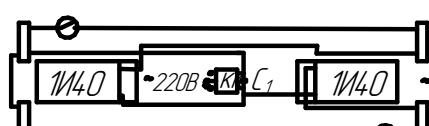

Рисунок 5. ЛПО46-2x36 //Применять по требованию заказчика//
4.3 Светильники выпускаются с индуктивными схемами включения люминесцентных ламп, в соответствии с рис. 5, 6, 7, 8 см. приложении А и В.